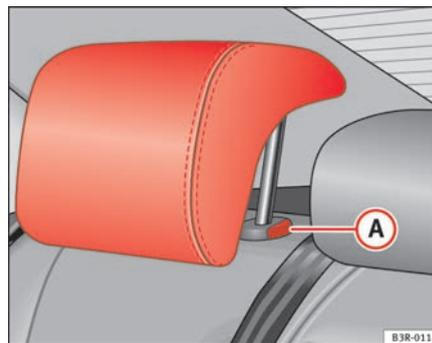

Fig. 113 Places latérales de la banquette arrière : Appuie-tête
- Appuyez sur la touche **A** ⇒ page 146, fig. 113 et baissez l'appui-tête.
- Appuyez sur la touche **A** ⇒ page 146, fig. 113 et extrayez en même temps l'appui-tête.